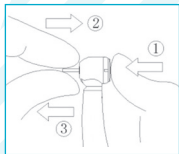

Fig. 8-1
Premere con cautela il pulsante con il pollice e contemporaneamente inserire la fresa in metallo duro o la mola diamantata (Fig. 8-1②).
Premere il pulsante con il pollice ed estrarre contemporaneamente la fresa in metallo duro o la mola diamantata (Fig. 8-1③).